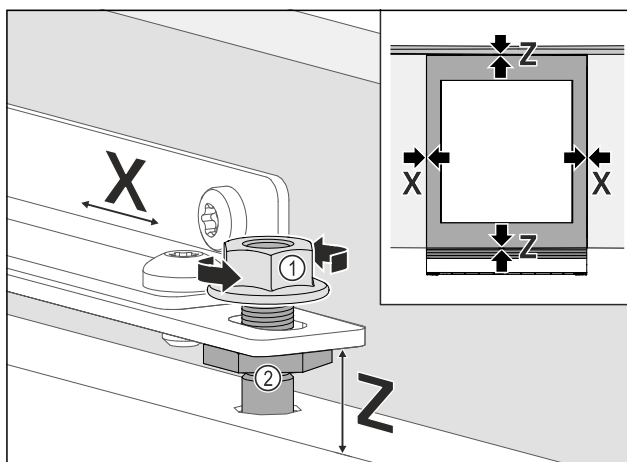

Fig. 104
- ▶ Nolīmeņojiet mēbeles durvis uz sāniem: Atskrūvējiet pretuzgriezni Fig. 104 (1), pārbīdīet mēbeles durvis virzienā X.
- ▶ Pievelciet pretuzgriežņus Fig. 104 (1).
- ▶ Nolīmeņojiet mēbeles durvis augstumā Z un sānu slīpumā: Iestatiet regulējošās skrūves Fig. 104 (2).